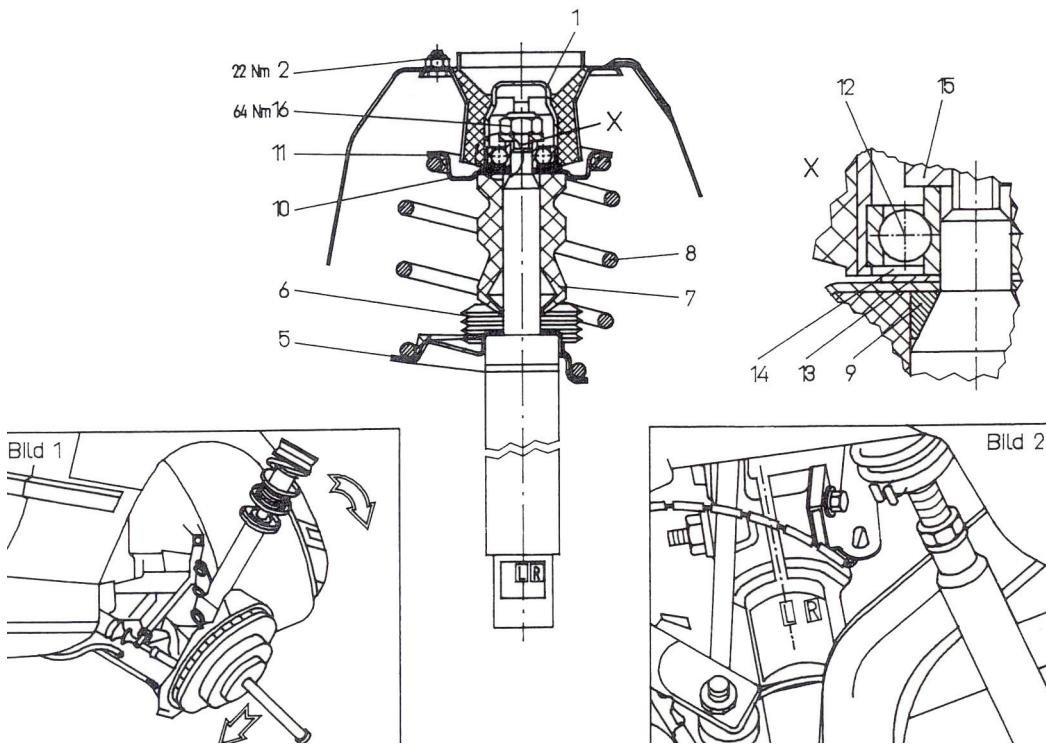
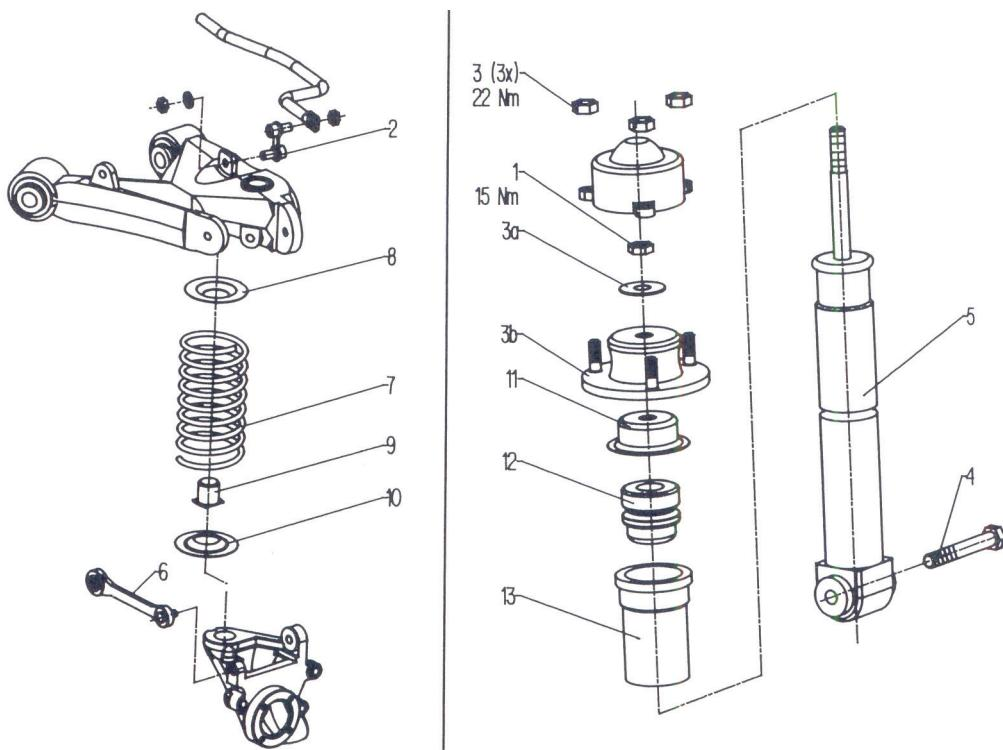

Fig. 1
Fig. 2
- Kappe (1) und Befestigungsmutter (2) entfernen.
- Schwenklager mit einem Hebel z.B. Steckschlüssel mit Verlängerung, nach unten drücken, bis das Federbein nach außen aus dem Radhaus gekippt werden kann. (Fig. 1).
- Federbeinklemmung (3) aufschrauben und Federbein entfernen.
- SACHS Federbein (4) mit den Originalteilen Gummiunterlage (5), Faltenbalg (6) und dem SACHS Druckanschlag (7) bestücken.
- SACHS Feder (8) mit Federspanner vorspannen und auf dem Federteller justieren.
- Original Stützscheibe (9) auf die Kolbenstange stecken.
- Oberen Federteller (10) mit Gummiunterlage (11) auf die Feder bringen.
- Bei der Montage des Stützlers (12), ist darauf zu achten, dass die Scheibe (13), der Dichtring (14) und die Abdeck scheibe (15) richtig positioniert sind.
- Remove the cap (1) and fastening nut (2).
- Use a lever (e.g. a socket wrench with an extension) to press the swivel bearing downwards until the suspension strut can be tilted out of the wheelhouse (Fig. 1).
- Unscrew the suspension strut clamp (3), and remove the suspension strut.
- Fit the SACHS spring strut (4) with the original parts: rubber support (5), bellows (6) and the SACHS, compression stop (7).
- Pre-stress the SACHS spring (8) using a spring tensioner, and adjust it on the spring cap.
- Fit the original support disc (9) on the piston rod.
- Position the top spring cap (10) with its rubber support (11) on the spring.
- When installing the support bearing (12), make sure that the disc (13), the sealing ring (14) and the cover disc (15) are correctly positioned.
- Retirer le chapeau (1) et l'écrou de fixation (2).
- Pousser le coussinet orientable vers le bas avec un levier, par exemple au moyen d'une clé à pipe avec rallonge, jusqu'à ce que la jambe de force puisse être basculée et extraite du passage de roue (fig. 1).
- Dévisser le serre jambe (3) et enlever la jambe de force.
- Pourvoir la jambe de force SACHS (4) avec les pièces originales suivantes : support en caoutchouc (5), soufflet (6) et butée de pression SACHS (7).
- Serrer légèrement le ressort SACHS (8) avec un monte ressort et ajuster sur la coupelle de ressort.
- Insérer la rondelle d'appui (9) sur la tige du piston.
- Amener la coupelle de ressort supérieure (10) avec le support caoutchouc (11) sur le ressort.
- Lors du montage du coussinet d'appui (12), veiller à ce que la rondelle (13), la rondelle d'étanchéité (14) et la rondelle de couverture (15) soient positionnées correctement.
- Retirar el tapón (1) y la tuerca de sujeción (2).
- Presionar hacia abajo el cojinete giratorio con ayuda de una palanca, p. ej. una llave de vaso con alargador, hasta que el amortiguador pueda volcarse hacia el exterior del paso de rueda. (Fig. 1).
- Desatornillar el del amortiguador (3) y extraer el amortiguador.
- Montar el amortiguador SACHS (4) con las piezas originales: asiento de goma (5), fuelle (6) y el tope de presión de SACHS (7).
- Pretensar el muelle SACHS (8) con el tensor y ajustarlo al plato de muelle.
- Introducir la arandela de apoyo original (9) en el eje del amortiguador.